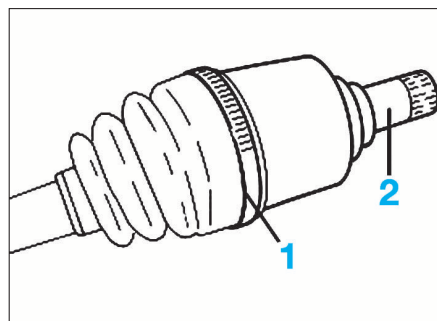

FIG. 6
- Déposer le collier (1) de fixation du soufflet (Fig.6).
- Déposer le bol (2) de transmission.